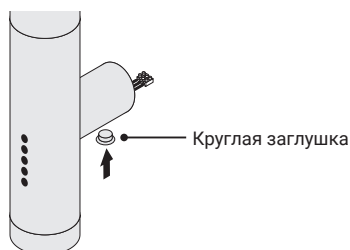

Рис.9
4.2.3. Установить круглую заглушку на нижней стороне модуля скрытого подключения вместо заглушки с отверстием (рис. 9).